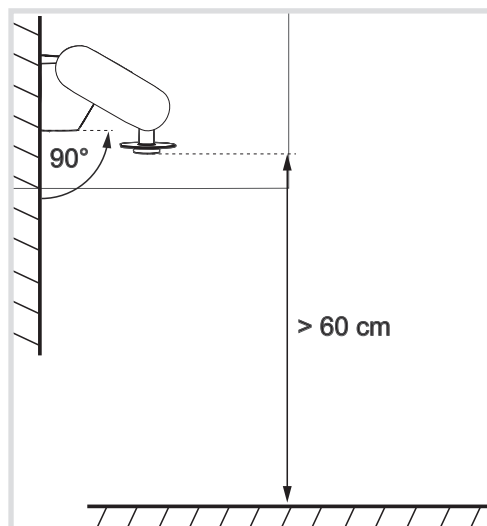
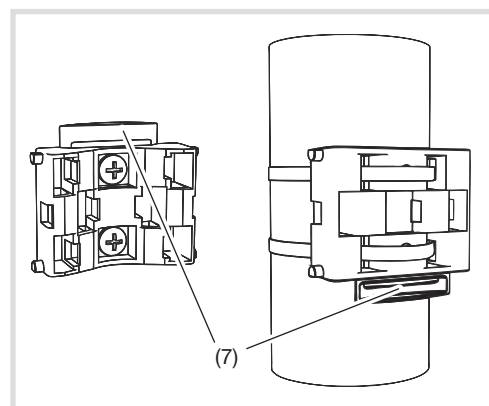

Figure 2
Figure 5 : fixation murale (gauche)/sur mât (droite)
- Montage sur un mur vertical (figure 2) ou sur un mât (figure 5, à droite)
- En cas de montage mural, appliquer le côté plat sur le mur et faites pointer la forme en demie lune (7) vers le haut (figure 5, à gauche).
- En cas de montage sur mât, le côté bombé se trouve sur le mât et la forme en demie lune (7) pointe vers le bas (figure 5, à droite).